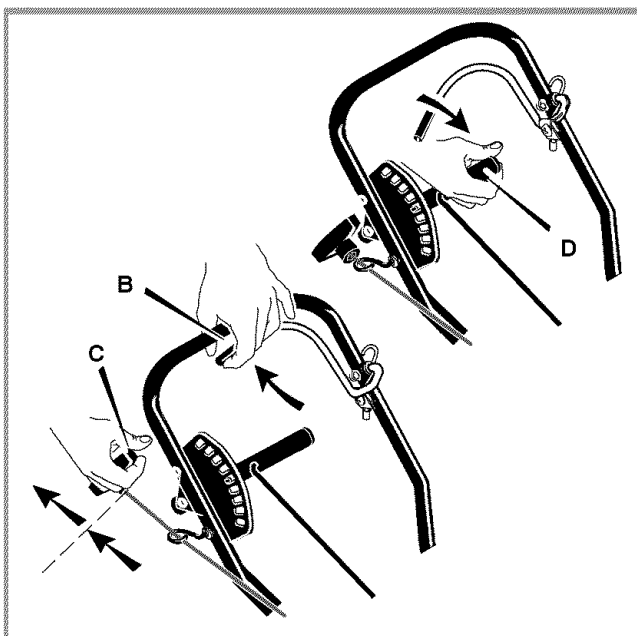

Figura 8: Controles de funcionamiento
- 1 Antes de arrancar el motor, asegúrese de levantar la cuchilla. Para levantar la cuchilla, mueva la palanca de control de profundidad (D) hacia adelante hasta que la cuchilla no toque el suelo. Ver Figura 8.
- 3 Con la mano izquierda, jale hacia atrás la palanca de parada del motor (B) y sosténgala en la posición de funcionamiento. Ver Figura 8.
- 4 Para arrancar el motor, sostenga la manija de la cuerda de arranque (C) firmemente con su mano derecha.